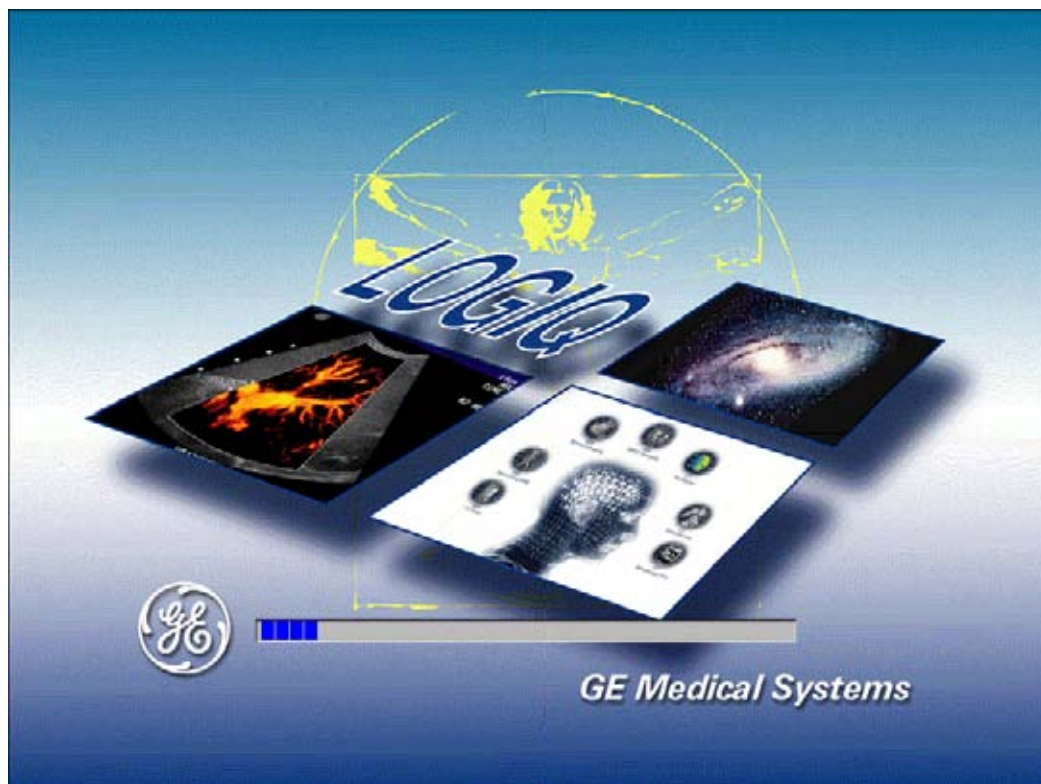

Рис. 3-15. Графическое представление порядка включения питания
- Выполняется диагностика системы. Состояние системы отображается на экране монитора в виде графики, показанной на Рис. 3-15.